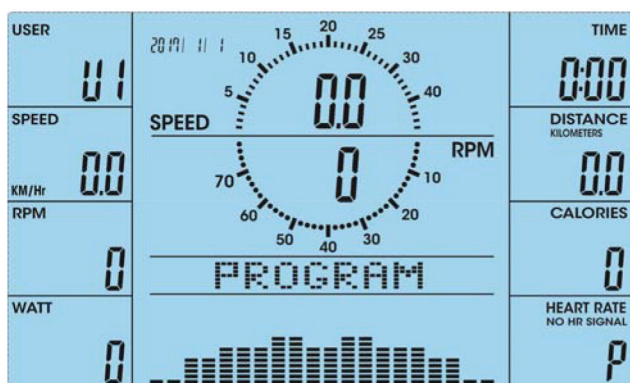
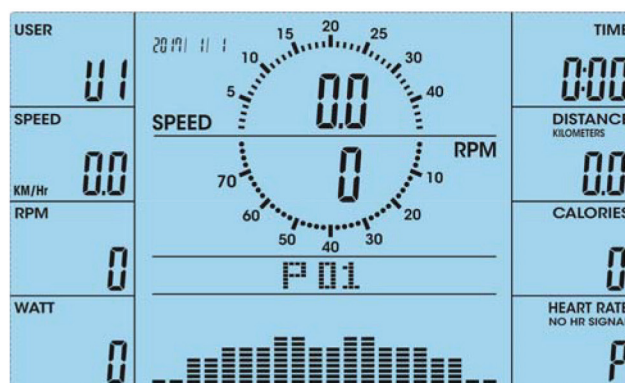

Fig. 18
Fig. 19
1. Efter at have aktiveret PROGRAM-tilstand (fig. 18), kan du vælge et af de 12 bakkeprogrammer med UP/DOWN-knapperne (fig. 19 til 30). Bekræft med ENTER.